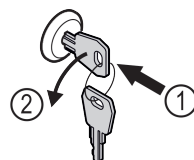

Fig. 170
- ▶ Insérer la clé. Fig. 170 (1)
- ▶ Tourner la clé à 90° dans le sens antihoraire. Fig. 170 (2)